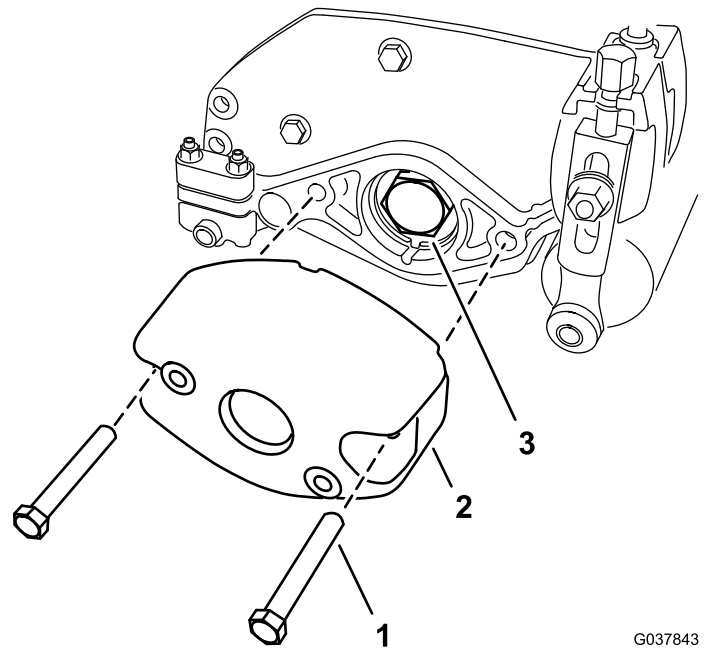

Figura 4
1. Retire los 2 pernos (5/16" x 2¹/₄") de las 2 tuercas (que se mantienen cautivas por la placa lateral) que fijan el contrapeso en la placa lateral de la unidad de corte. Retire el contrapeso (Figura 4).
3. Retire la tuerca del cojinete del eje del molinete (Figura 4).